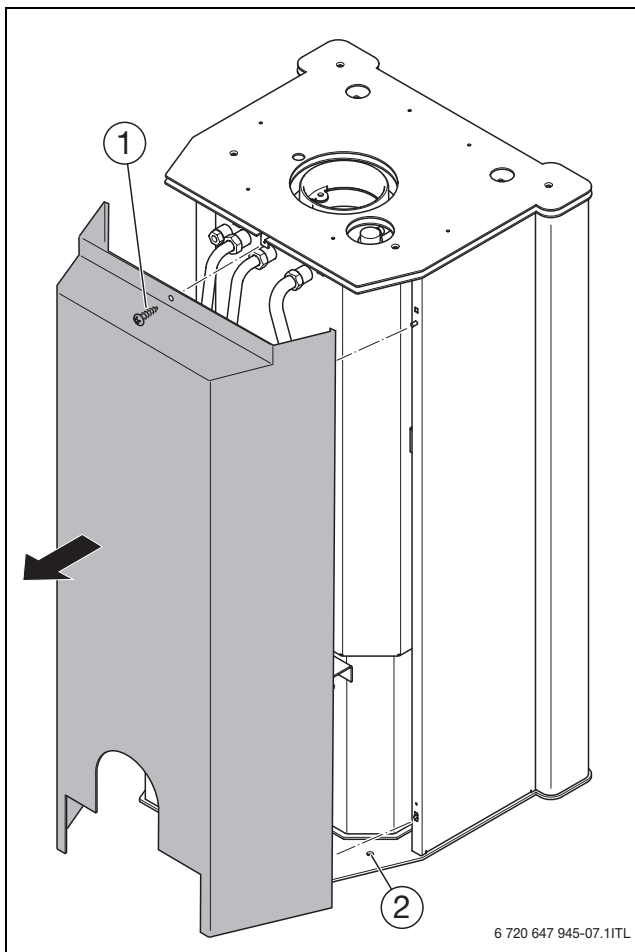

Bild 4 Transportsicherungen entfernen
- ▶ Hintere Verkleidung demontieren (→ Bild 4, Seite 13).